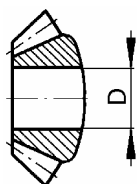

Рис. 13.
4.2.13 Сателлит 2108-2303055, рис.13.